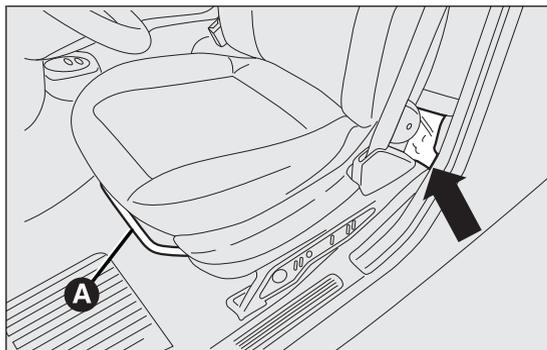

fig. 122
- per versioni Cargo: sollevare la leva A fig. 122 e spostare in avanti lo schienale del sedile anteriore sinistro per prelevare la borsa attrezzi ubicata dietro lo schienale: sganciare l'elastico di trattenimento e portarla accanto alla ruota da sostituire;